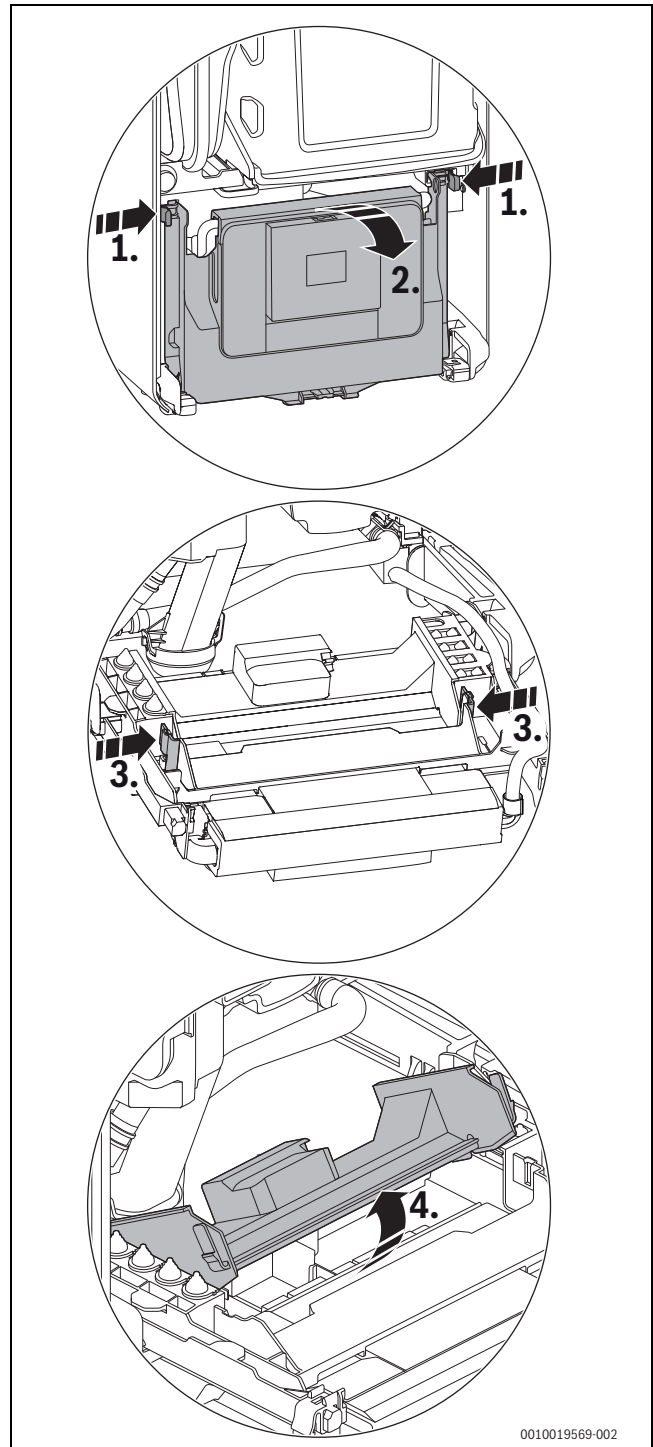

Bild 144 Abdeckung öffnen
- ▶ Steuergerät herunterklappen (→ Bild 144, Seite 68).